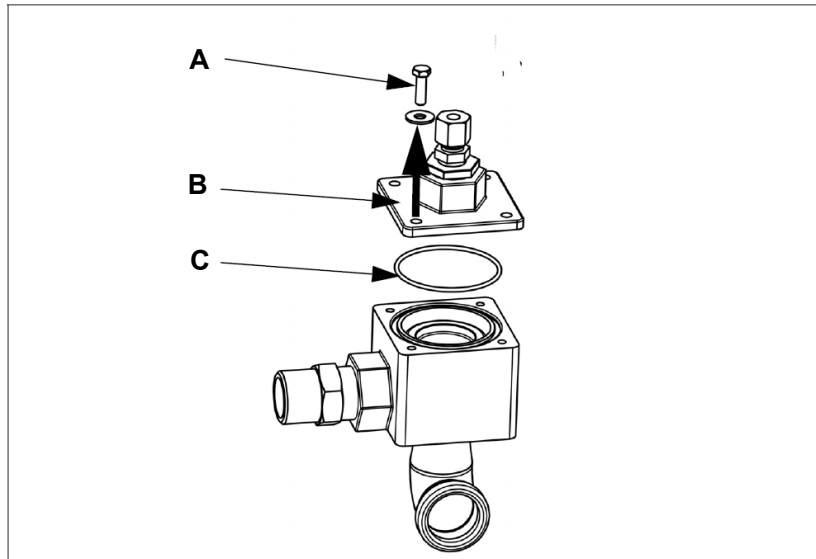

Рис. 14:
2. Снимите пружину сжатия (3, рис. 14) и поршень (2, рис. 14).
1. Открутите винты с шестигранной головкой (A, рис. 14).
2. Снимите крышку SEV (B, рис. 14).
3. Снимите уплотнительные кольца (C, рис. 14) и очистите все поверхности.